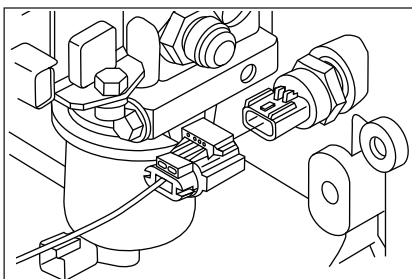

Figura 4
6. Conecte el enchufe del Kit de Conexión (del 050792/050794, según aplique) al Switch de Presión 050665 (Figura 4)